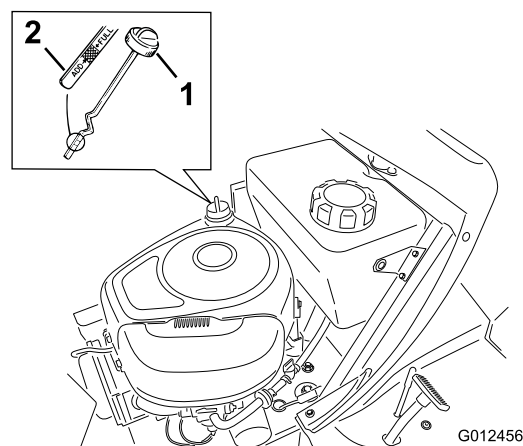

Figura 25
8. Svitare l'asta di livello dell'olio e pulite l'estremità metallica (Figura 25).
9. Infilate a fondo l'asta di livello nel bocchettone di rifornimento (Figura 25).
7. Pulite attorno all'asta di livello (Figura 25) in modo che la morchia non possa penetrare nel foro di rifornimento e danneggiare il motore.
11. Pulite la zona circostante l'asta di livello e svitate il tappo (Figura 25).
12. Versate lentamente nel tubo di rifornimento (Figura 25) l'80% circa dell'olio motore.